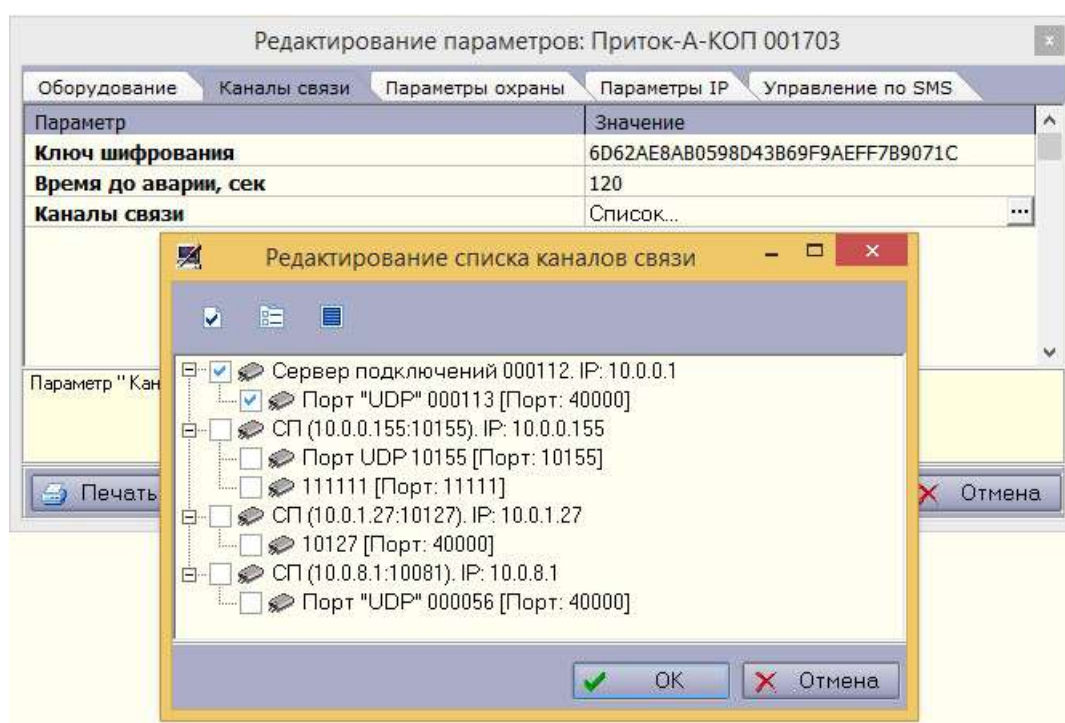

Рисунок 2.4 - Выбор серверов подключений
- **«Ключ шифрования»** (рисунок 2.4) – число, совпадающее со значением параметра «Ключ шифрования», вкладка «Подключение», установленного в конфигурации прибора (см. п. 2.2.6.3).
- **«Каналы связи»** (рисунок 2.4) – выбрать «серверы подключений», для которых разрешён приём сообщений от данного прибора. Обязательный параметр.